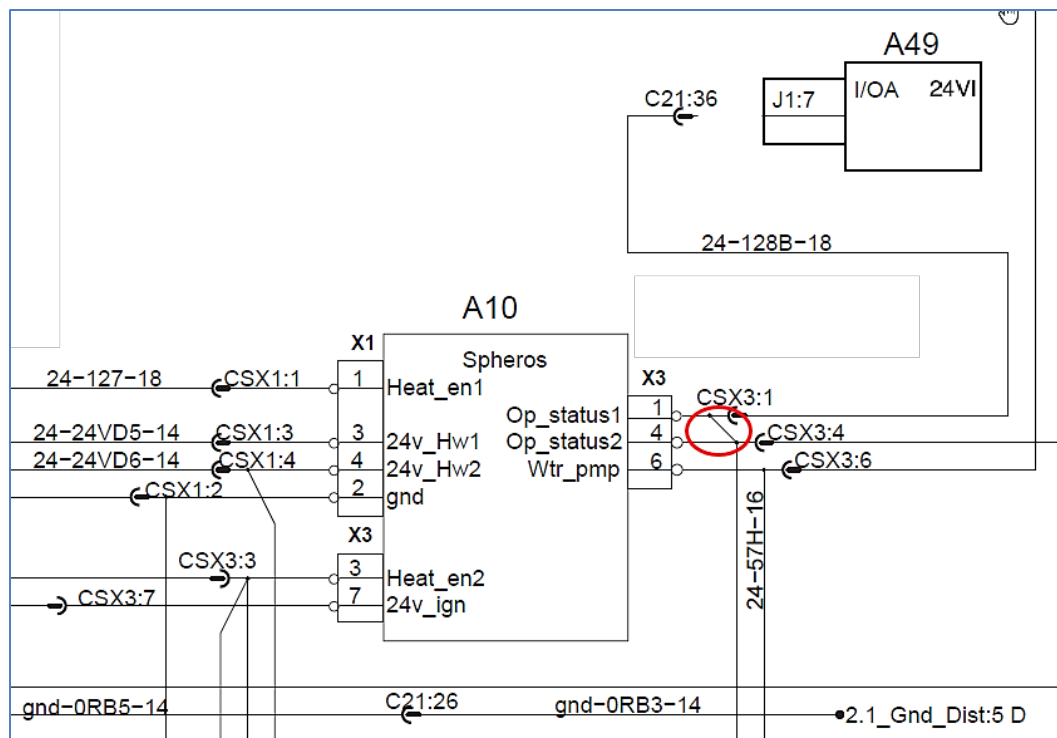

FIGURE 56
10. Sur le câblage du préchauffeur, localiser le connecteur CSX3. Retirer le cavalier situé entre le connecteur CSX3 logement # 1 et le logement # 4 (FIGURE 56).